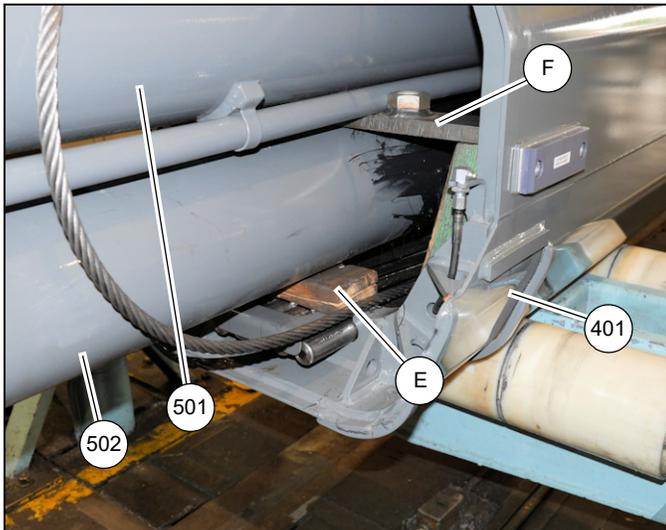

FIGURA 4-85
34. Coloque un bloque de madera (E) encima de los cinco cables de extensión (6) en la parte trasera de la sección telescópica 3 (401), luego ponga el cilindro telescópico N.º 1 (502) en el bloque de madera. Use bloques de madera o material similar (F) a cada lado del cilindro telescópico N.º 1 (502), coloque bloques debajo del cilindro telescópico N.º 2 (501) de modo que no se
asiente encima del cilindro N.º 1 (502) (vea la Figura 4-85).